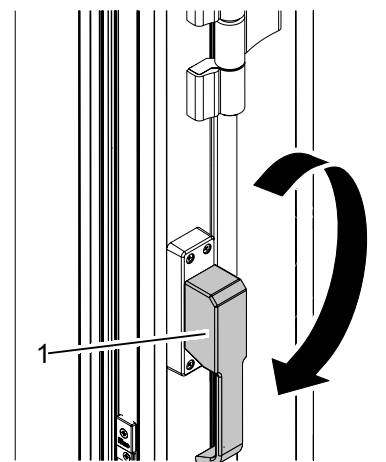

Abb. 24: Auf Drehflügelfunktion umstellen
2. Türtreibriegel (Abb. 24/1) in Pfeilrichtung in die untere Endstellung bewegen.